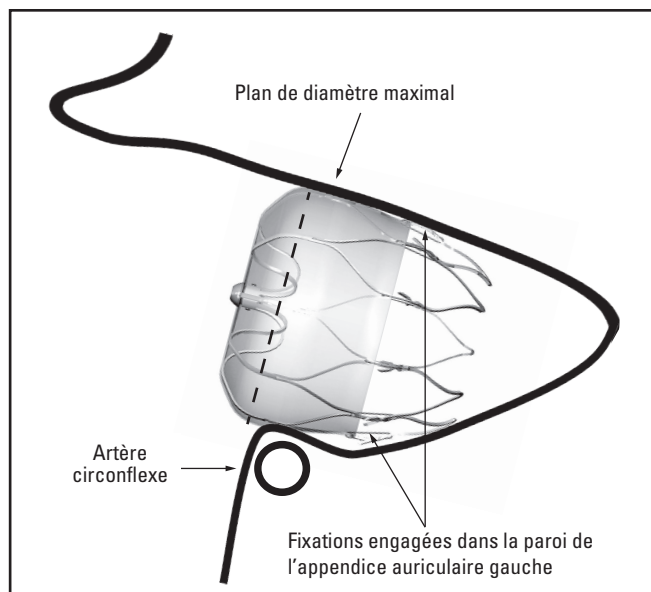

Figure 3. Position et taille du dispositif de fermeture WATCHMAN™
- A. **Position (emplacement) :** le plan du diamètre maximal du dispositif de fermeture se situe au niveau de ou juste en aval de l'ostium de l'appendice auriculaire gauche (voir la figure 3), tout en respectant tous les autres critères PASS. Remarque : L'emplacement du dispositif de fermeture par rapport à l'ostium de l'appendice auriculaire gauche peut varier selon l'anatomie du patient et l'angle de vue de l'échocardiographie transœsophagienne.
- C. **Size (taille/compression)** : mesurer le plan du diamètre maximal du dispositif de fermeture (voir la figure 3). Utiliser le tableau 1 comme référence.